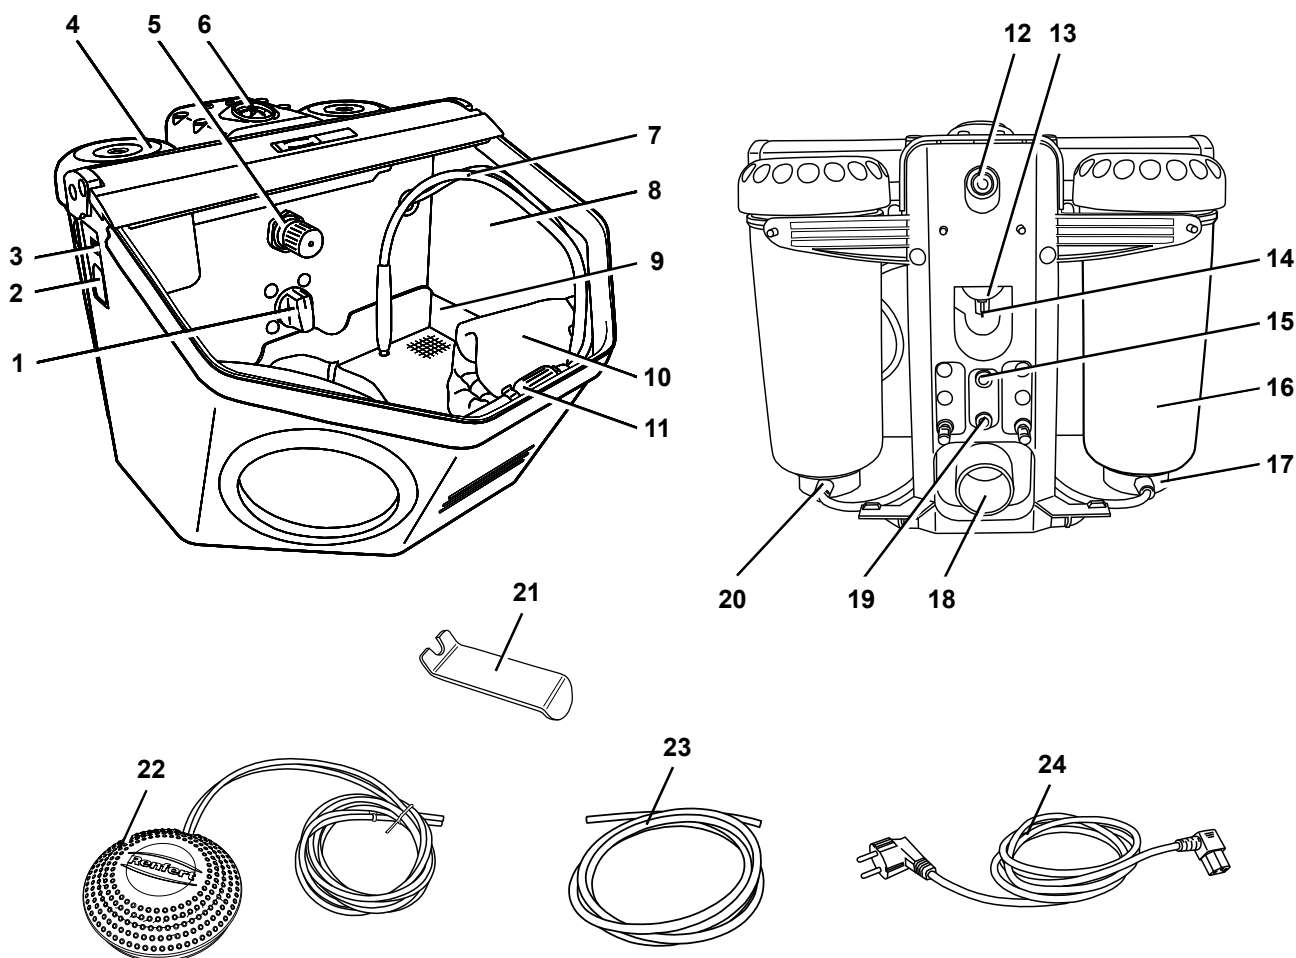

Fig. 1
Il est possible d'utiliser la soufflette (11, Fig. 1) pour éliminer les résidus d'abrasif et la poussière.
- Sélectionner le silo de sablage au moyen du sélecteur (1, Fig. 1).
- Actionner la commande à pied (22, Fig. 1).